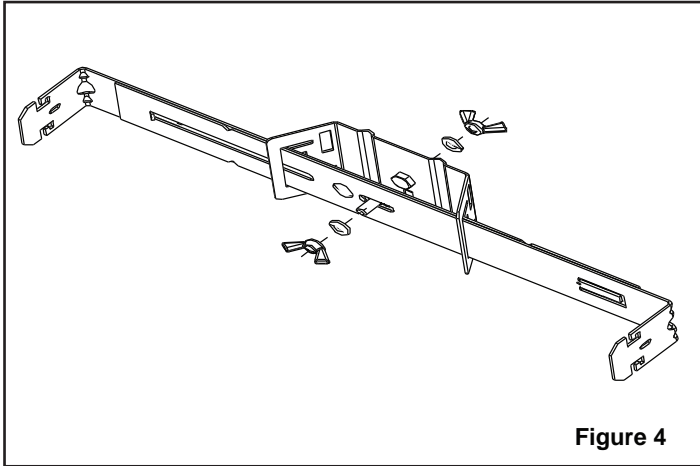

Figure 4
1. Bend (4) bar hangers per fixture at right angles at the row of (3) holes 2 inches from one end of the bar hangers. (See Figure 4.)
2. Insert bar hangers into adjustable mounting brackets as shown. (See Figure 4.)
4. Use fasteners, supplied by others, to secure the fixture to the wood joists in at least (4) places.
1. Pliez (4) barres de suspension par luminaire à angle droit au niveau de la rangée de (3) trous, à 2 po de l'extrémité des barres de suspension (voir figure 4).
2. Insérez les barres de suspension dans les supports de montage réglables comme illustré (voir figure 4).
4. Utilisez des attaches fournies par des tiers pour fixer le luminaire aux solives en bois à (4) endroits minimum.